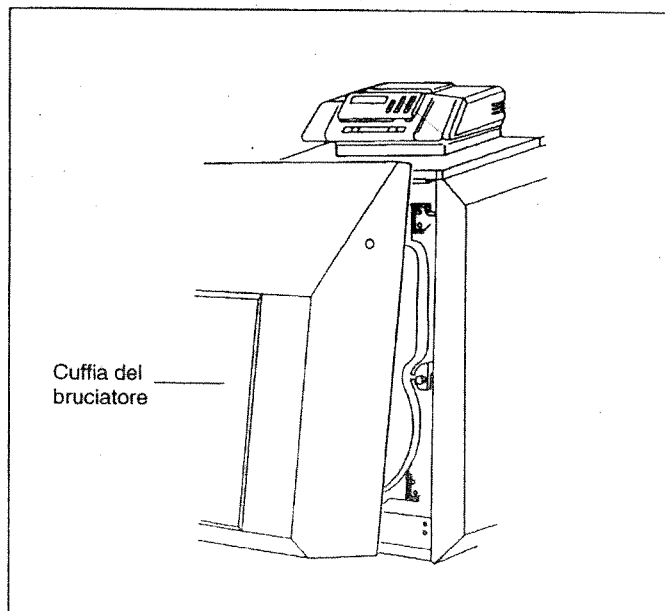

Fig. 3 Cuffia del bruciatore G215 U
- Nel modello G215 U in primo luogo sollevare la cuffia del bruciatore (Fig. 3).
- Regolare l'interruttore di esercizio (Fig. 3) sulla posizione 0 (OFF).